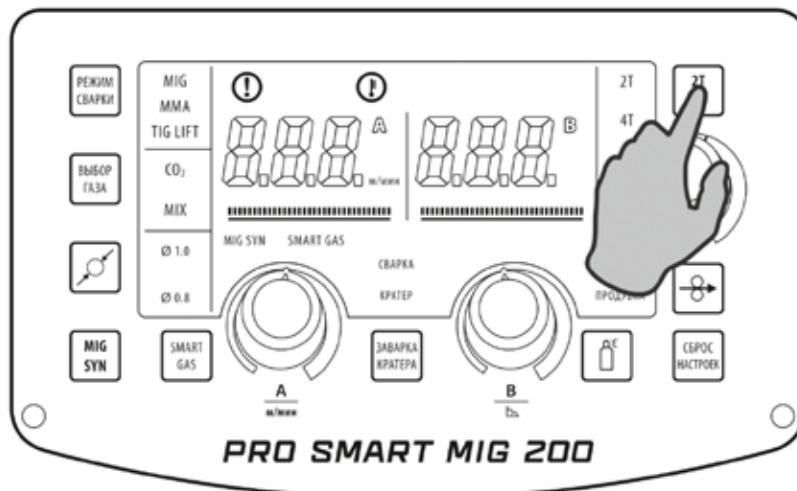

Рис. 8.6.3. Выбор режима работы горелки.
3. Выберите режим работы горелки (см. рис. 8.6.3) в зависимости от длины сварочного шва (см. табл. 7.0.1, поз. 14).